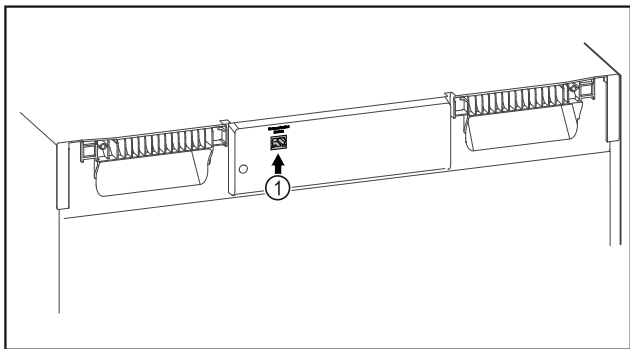

Fig. 86
- ☐ SmartModule Fig. 86 (1) on otettu käyttöön.